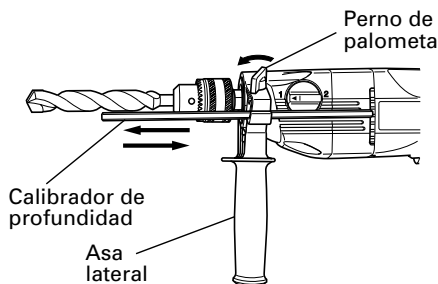

Fig. 6
**8. Montar el asidero lateral (Fig. 6)**